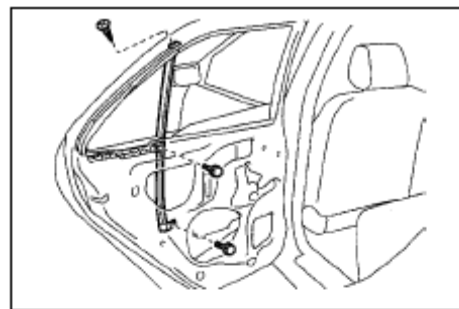

Рис. 586
- c. Снимите направляющую стекла левой задней двери.(рис. 586)